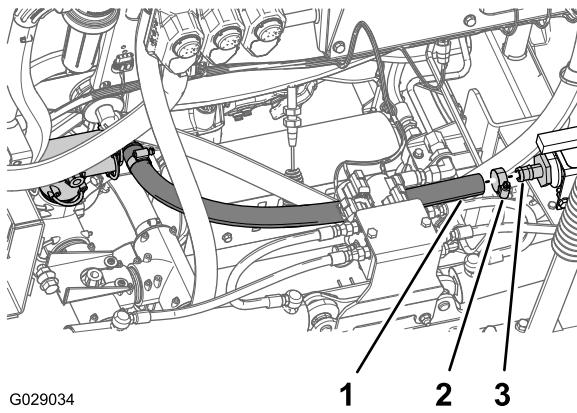

Bild 42
3. Stecken Sie das freie Ende des Umfüllschlauchs über das gerade Anschlussstück mit Widerhaken auf der Innenseite des Kugelventils (Bild 42).
4. Befestigen Sie den Schlauch mit einer Schlauchklemme am Anschlussstück mit Widerhaken (Bild 42).